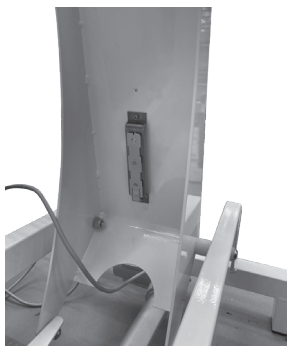

Fig.6
- Assemblare la centralina nel supporto predisposto al di sotto del pantografo di sollevamento del piano del letto come in Fig. 6